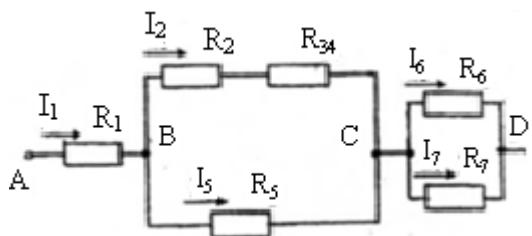
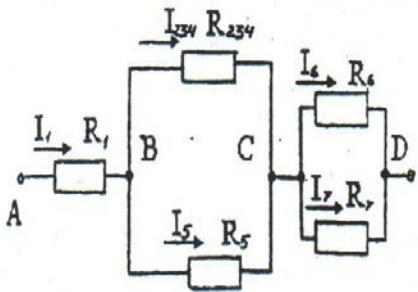

Рисунок 6 - Электрическая схема
Рисунок 7 - Электрическая схема
2. Резисторы R_2 и R_{34} (см. рис. 6) соединены последовательно, их общее сопротивление $R_{2-34} = R_2 + R_{34} = 20 + 40 = 60 \Omega$. Соответствующая схема приведена на рис. 7
Зная напряжения на участках ВС и СД, определим токи в ветвях (см рис. 7)
На сновании второго свойства параллельного соединения можно убедиться ни этом этапе в правильности решения задачи, применив первый закон Кирхгофа И з схемы (рис. 7) следует, что:
Для определения токов резисторов R_3 и R_4 предварительно найдем напряжение на резисторе R_{34} (рисунок 6), которое эквивалентно им
Это можно сделать двумя способами: на основании закона Ома $U_2 = I_2 \times R_2 = 2 \cdot 20 = 40$ В или на основании третьего свойства последовательного соединения. На участке ВС верхняя ветвь представляет собой последовательное соединение резисторов R_2 и R_{34} (см рис. 6), поэтому $U_{BC} = U_2 + U_{34}$, отсюда $U_2 = U_{BC} - U_{34} = 120 - 80 = 40$ В. Переходим к определению мощности, потребляемой цепью и каждым резистором в отдельности.